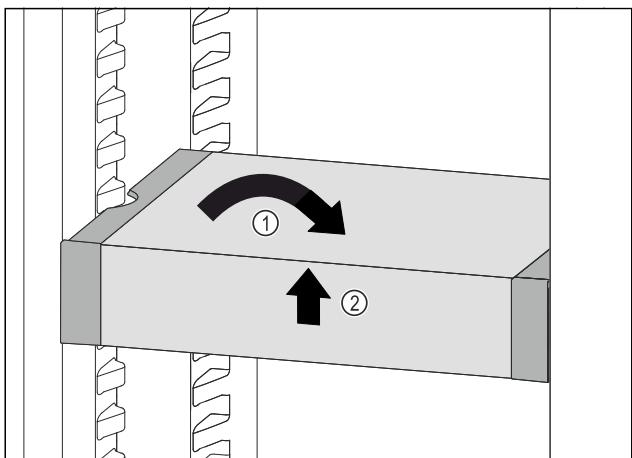

Fig. 72
- ▶ Изправете VarioSafe. Fig. 72 (1)
- ▶ Повдигнете VarioSafe отпред. Fig. 72 (2)